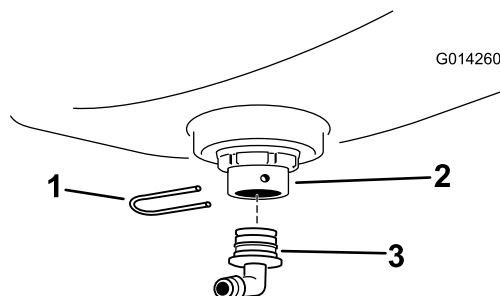

Bild 5
4. Befestigen Sie ein 90-Grad-Anschlussstück am Schott-Anschlussstück und befestigen es mit einer Befestigungsgabel (Bild 5). Drehen Sie das Anschlussstück so, dass es nach hinten zeigt.